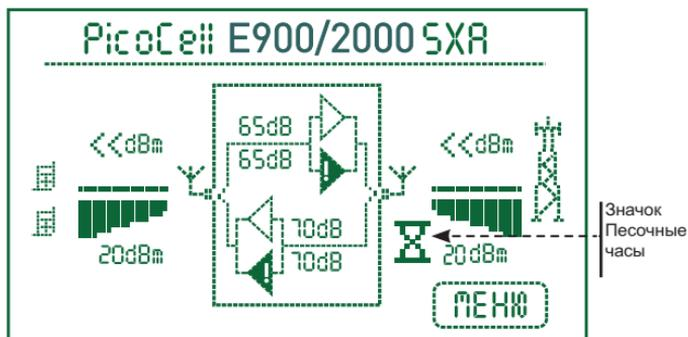

Рис.2. Экран дисплея
4. Убедитесь в отсутствии самовозбуждения ретранслятора. Признаком самовозбуждения является наличие постоянного уровня выходной мощности в канале UP-link при отсутствии работающих телефонов абонентов. Если согласно измерениям или расчетам известно, что уровня сигналов от базовой станции не достаточно для того, чтобы ретранслятор «вышел на полную мощность», а индикатор ретранслятора показывает полную шкалу, и при этом в UP канале постоянно индицируется значок «песочные часы» , то это однозначно указывает на самовозбуждение (см. рис. 2). Также можно пользоваться следующим методом: при увеличении усиления на 1 дБ уровень выходной мощности также должен увеличиться на 1 дБм, если происходит скачок мощности на 3 дБм и более, то это означает наступление самовозбуждения. Для устойчивой работы ретранслятора рекомендуется установить усиление на 2–4 дБ ниже того значения, при котором происходит «скачок» мощности.